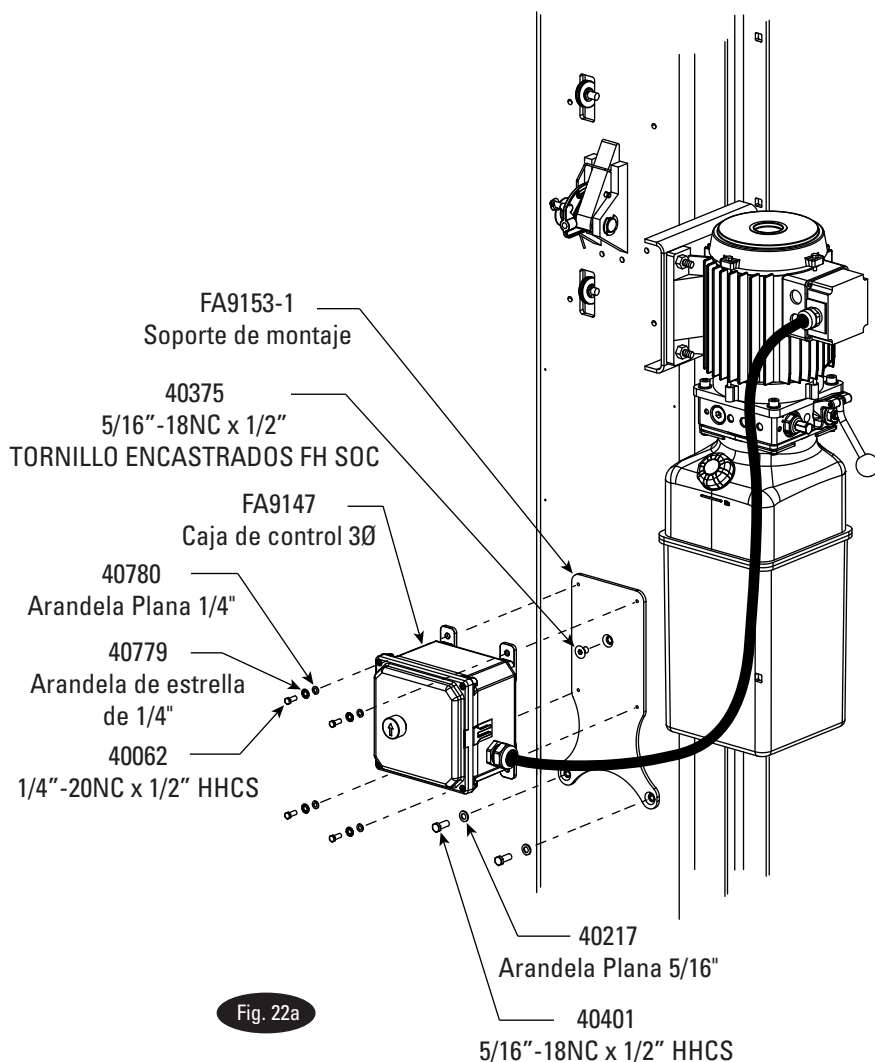

Fig. 22a
- A) Conecte el soporte de montaje a la columna, como se muestra en la Fig. 22a, usando (1) 5/16" -18NC x 1/2" tornillo maquinado avellanado con cabeza ciega, (2) 5/16" -18NC x 1/2" HHCS, y (2) 5/16" arandelas planas.
- B) Conecte la caja de control al soporte usando (4) HHCS de 1/4" -20NC x 1/2", (4) arandelas planas de 1/4" y (4) arandelas de estrella de 1/4".